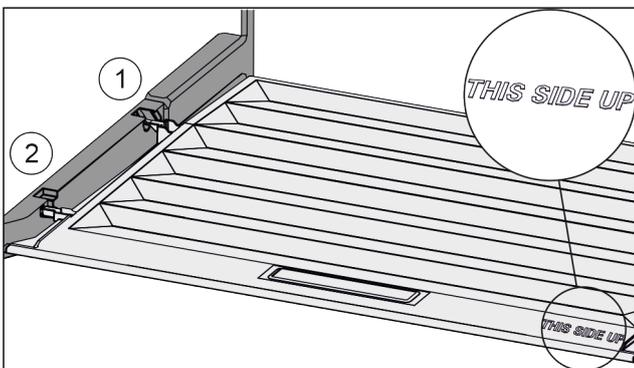

Fig. 50
- Deckelstege über Öffnung der hinteren Halterung Fig. 50 (1) einführen und vorne in Halterung Fig. 50 (2) einrasten.